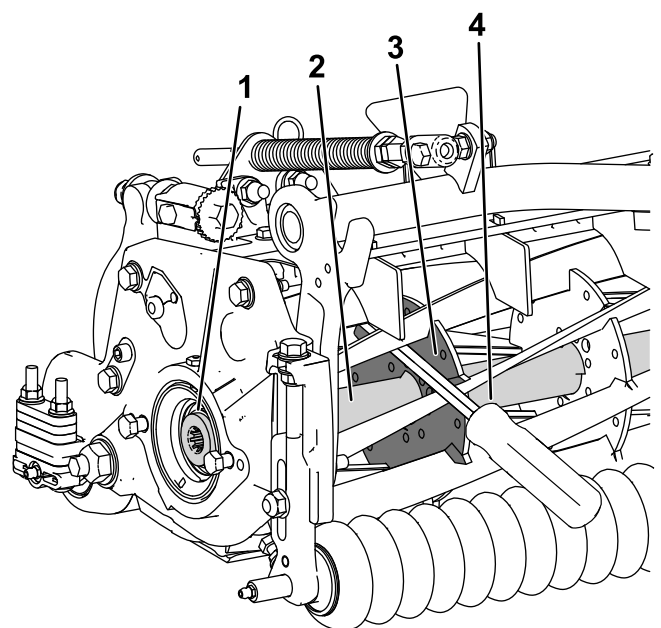

**Figure 31**
1. Desserrez le boulon du déflecteur sur le côté gauche de l'unité de coupe et levez le déflecteur arrière (Figure 31).
2. Insérez un levier à long manche (3/8" x 12" avec manche de tournevis) à l'arrière du cylindre de coupe, du côté le plus proche de l'unité de coupe que vous allez serrer (Figure 31).
3. Placez le levier contre le côté soudé de la plaque de support du cylindre (Figure 31).